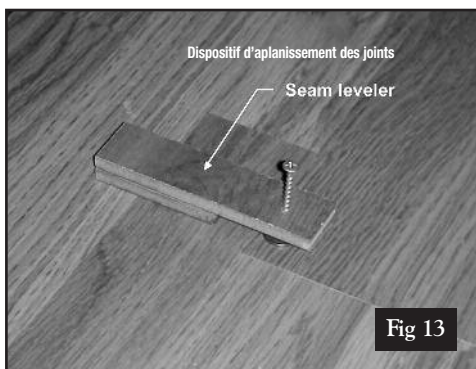

Fig 13
**Remarque :** Si la lame de remplacement présente des zones plus basses, utiliser le dispositif d'aplanissement des joints pour assurer un ajustement parfait et de niveau du nouveau panneau (voir Fig.13).